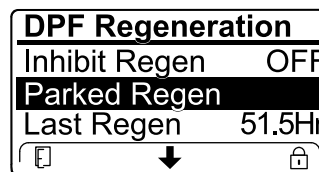

Figura 47
- În cazul în care computerul motorului solicită o regenerare de recuperare sau procesează o regenerare de recuperare și derulai în jos la opțiunea PARKED REGEN (Regenerare în stare de parcare), regenerarea în stare de parcare se blochează și pictograma de blocare (Figura 47) apare în colul dreapta jos al InfoCenter.